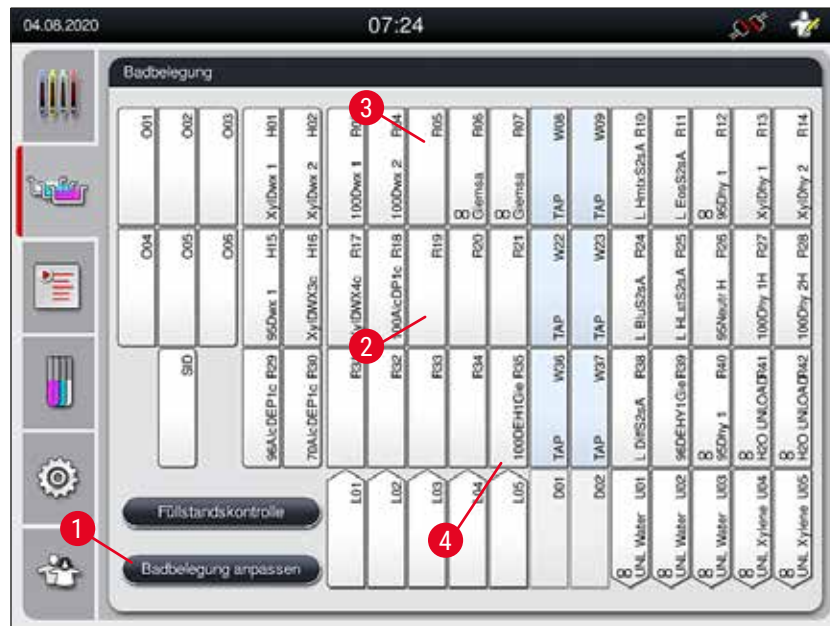

Abb. 61
1. In der Ansicht der Badbelegung (→ "Abb. 61") die Taste **Badbelegung anpassen** drücken (→ "Abb. 61-1").
1. Um Reagenzstationen zu verschieben, diese einzeln in der Badbelegung (→ "Abb. 61") durch Antippen auswählen und danach auf eine freie Position in der Zwischenablage tippen (→ "Abb. 64-1").